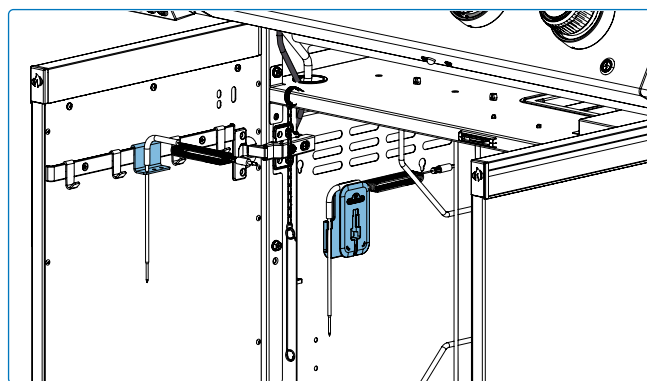

Fig. 10
- Riponi i componenti del girarrosto sugli appositi ganci all'interno dell'armadietto del carrello. Assicurati di avvolgere il cavo del motore del girarrosto. Fissa l'asta sul retro della griglia quando non è in uso. Questo li mantiene sicuri, protetti dagli agenti atmosferici e facilmente accessibili per la prossima cottura. Assicurati sempre che le parti siano pulite e asciutte prima di riporle per prevenire la corrosione (**Fig. 10&11**).